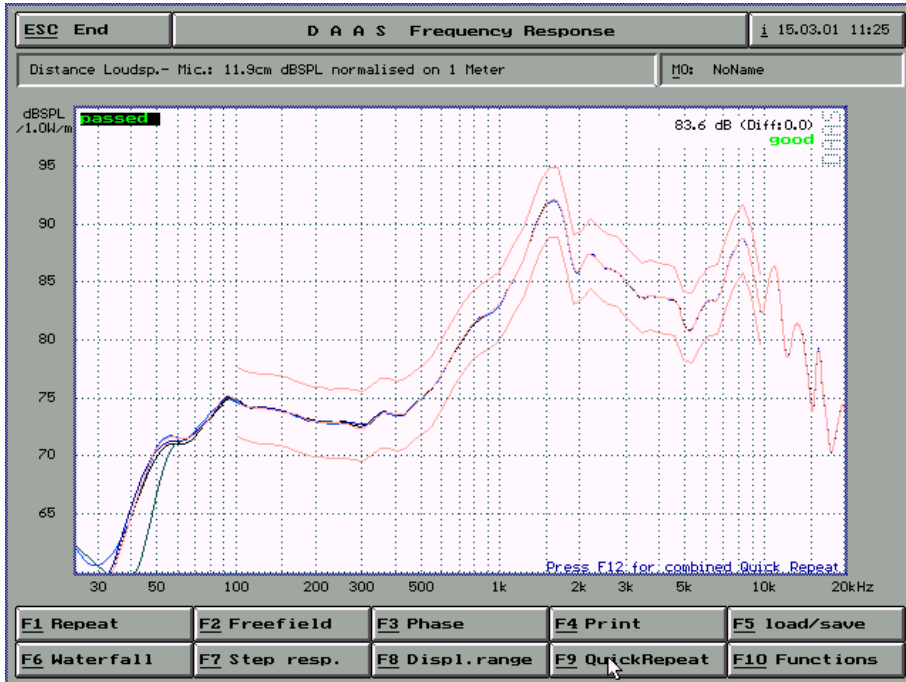

图 10-11
9) 按F9 QuickRepeat即可快速测量产品，如图10-11查看曲线是否符合范围，如果符合则左上角会出现passed字样，右上角出现相位是否通过的字样。